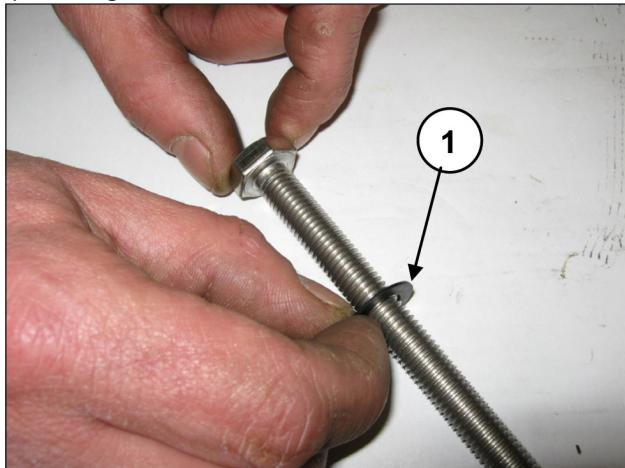

Fig. 156
Inserire la rosetta Ø10x18x0.9 nella vite fissaggio pistone (pos. ①, Fig. 156).